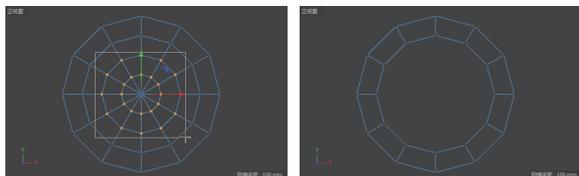

图 5-54
**04** 在正视图中选取圆盘中间的点并删除，结果如图 5-54 所示。